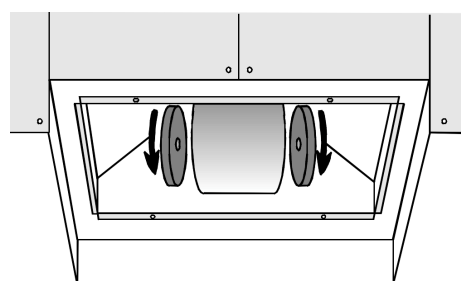

fig. 2
4. Tournez les filtres à charbon actifs dans le sens contraire des aiguilles d'une montre jusqu'à ce qu'ils se débloquent (fig. 2).